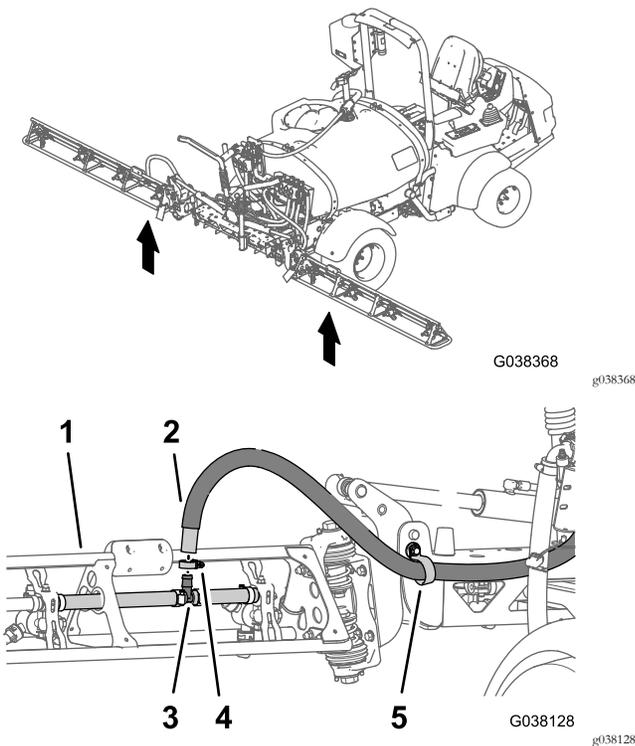

Figure 14
1. Sur la section de rampe extérieure, retirez le collier qui fixe le flexible d'alimentation de la section de rampe au raccord en T cannelé (Figure 14).
2. Débranchez le flexible du raccord en T (Figure 14).
3. Sortez l'extrémité libre du flexible du collier en R (Figure 14).